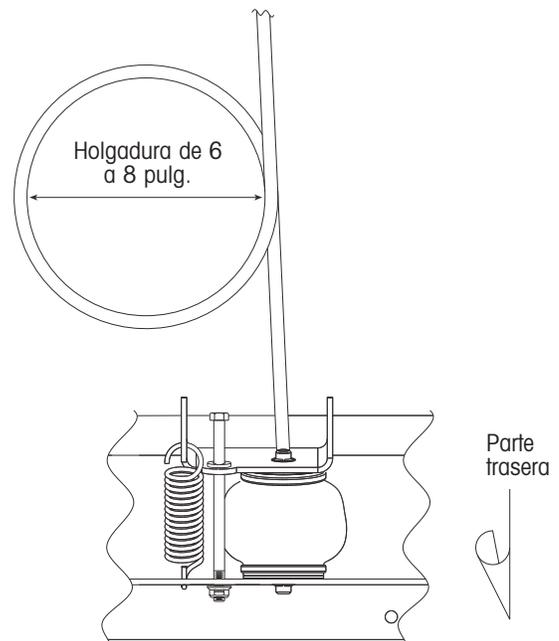

Figura 16. Creando una holgadura en la línea de aire
- Haga una holgadura de seis a ocho pulgadas en la línea de aire cerca de la parte frontal de la cámara de aire (figura 16). Conecte la línea de aire al actuador.